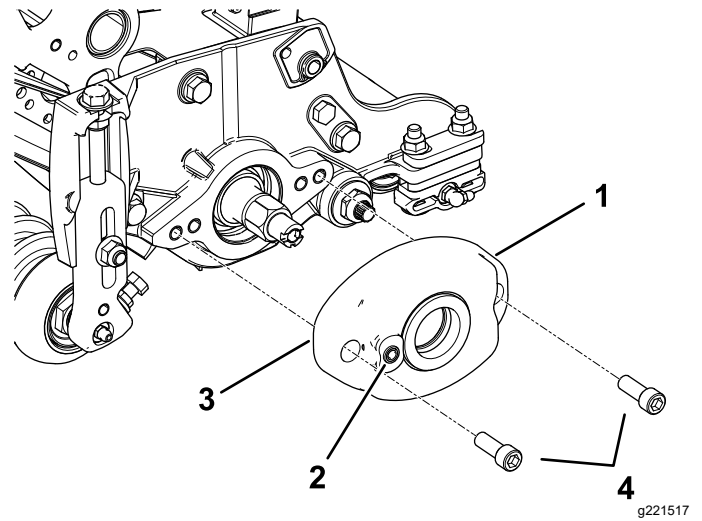

Figura 5
2. Monte el alojamiento del cepillo de rodillo en el alojamiento del cojinete del molinete con 2 pernos de cabeza allen ($\frac{3}{8}$ " x 1"), tal y como se muestra en la Figura 5. Coloque el alojamiento del cepillo de rodillo con el taladro roscado orientado hacia la parte delantera de la unidad de corte.